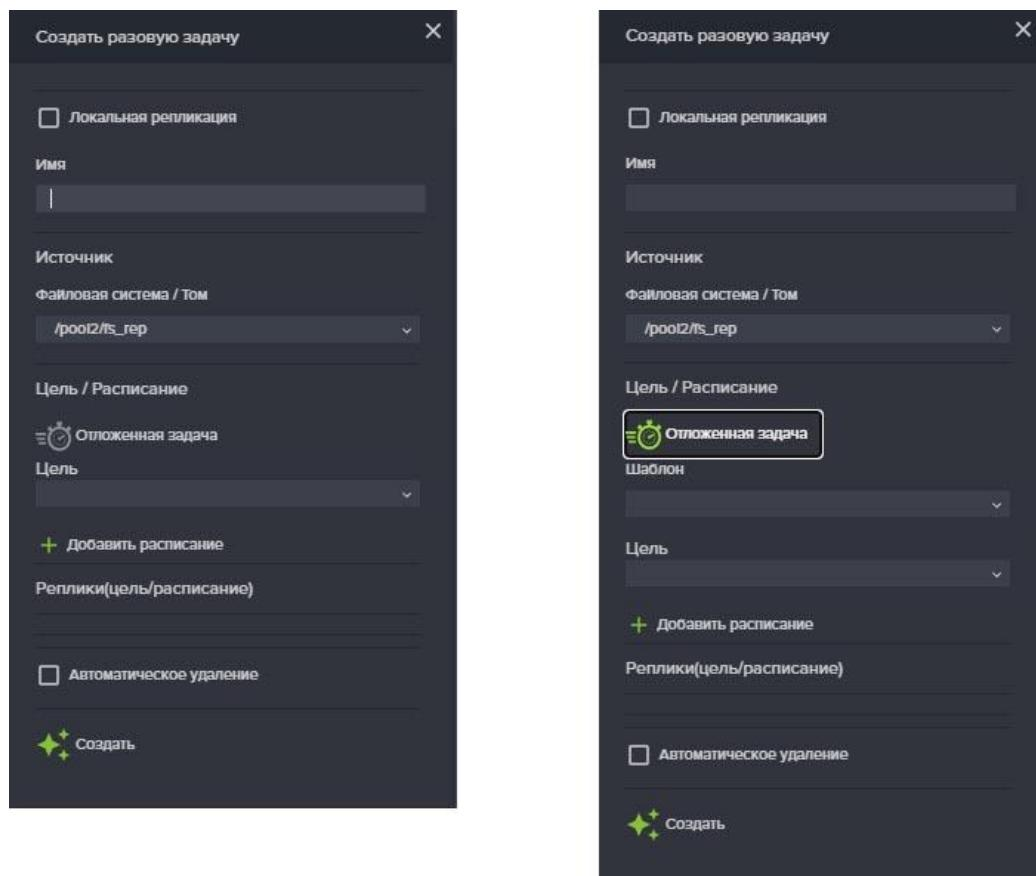

Рисунок 135. Создание разовой задачи репликации
2. Нажмите на кнопку «Создать новую задачу» (см. Рисунок 135);